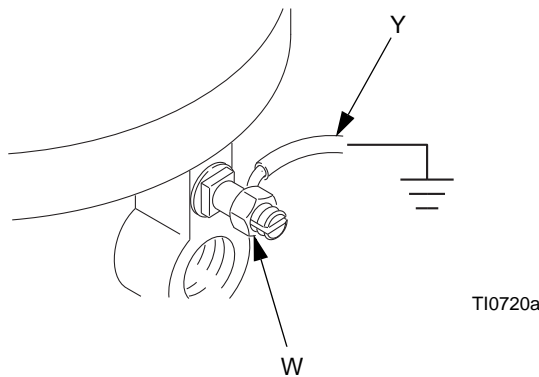

FIG. 1. Fil de mise à la terre
Pompe : utiliser un fil de terre et un collier (Y). Consultez la FIG. 1. Desserrez l'écrou (W) et la rondelle de la cosse de mise à la terre. Insérez une extrémité du fil de terre dans la gorge de la cosse et serrez bien l'écrou. Reliez le collier de terre à une véritable prise de terre. Commandez la pièce n° 237569, fil de terre et collier.